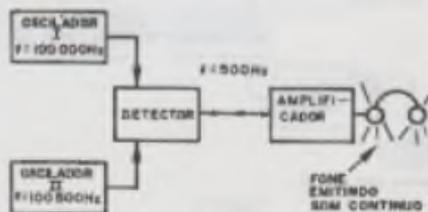

figura 5
Se, porém, um dos osciladores tiver sua frequência ligeiramente alterada, devido a uma causa externa, por exemplo, o resultado no momento da combinação dos sinais será diferente. Assim, se a frequência de um dos osciladores for deslocada de 100 000 Hz para 100 500 (0,5%), e a do outro se mantiver em 100 000 Hz, no momento em que os sinais forem combinados, o resultado não mais será um batimento nulo, mas sim, aparecerá um sinal cuja frequência será exatamente igual à diferença de valor das duas frequências, ou seja, 500 Hertz. (figura 5) (5).